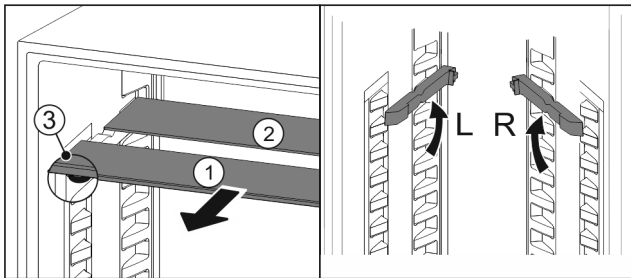

Fig. 68
- ▶ Vytiahnite sklené dosky jednotlivo dopredu Fig. 68 (1).
- ▷ Sklená doska Fig. 68 (1) s ozdobnou lištou leží vpredu.
- ▷ Zarážky Fig. 68 (3) ukazujú nadol.